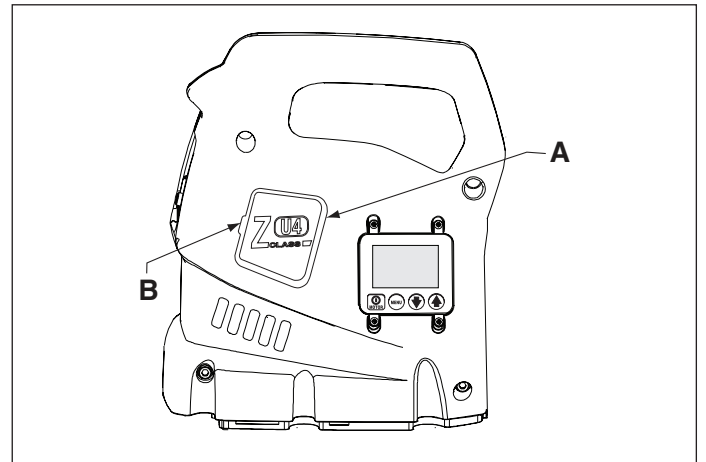

Figura 8, Smontaggio del coperchietto delle spazzole.
2. Rimuovere entrambi i coperchietti delle spazzole (A) piegando leggermente il piccolo catenaccio (B) e smuovendolo gentilmente verso l'esterno. Vedere la Figura 8.